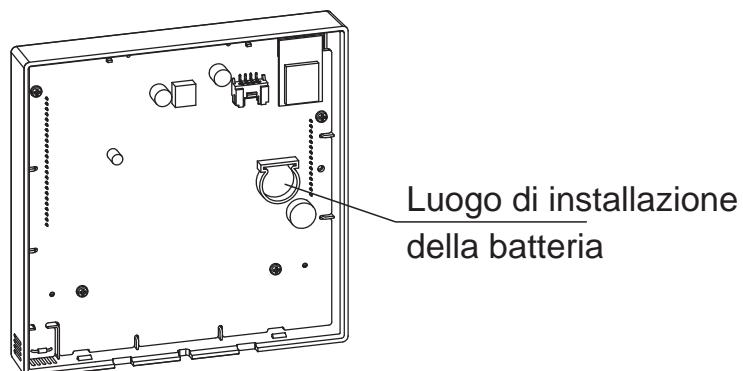

Fig 3-5
- Mettere la batteria nel luogo di installazione e assicurarsi che il lato positivo della batteria sia conforme al lato positivo del luogo di installazione.(Cfr. fig.3-5) Impostare l'ora corretta per la prima operazione.